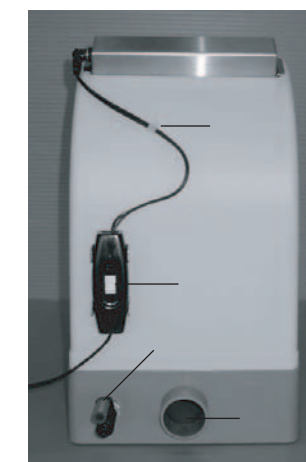

図2
(1) 本体後方の吸塵口(図2の)に付属の吸塵ホースの細径カフスを差し込みます。
(2) 太径カフスを吸塵機又は吸塵設備(シャッター等)に接続してください。